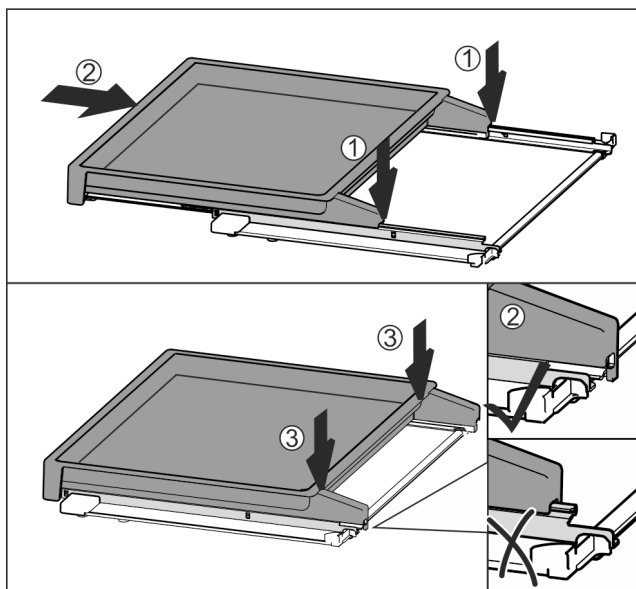

Fig. 44
- ▶ Umieścić centralnie na szynach Fig. 44 (1).
- ▶ Wsunąć całkowicie wysuwaną półkę Fig. 44 (2).
- ▶ Docisnąć z tyłu, aż do słyszalnego zatrzasknięcia Fig. 44 (3).